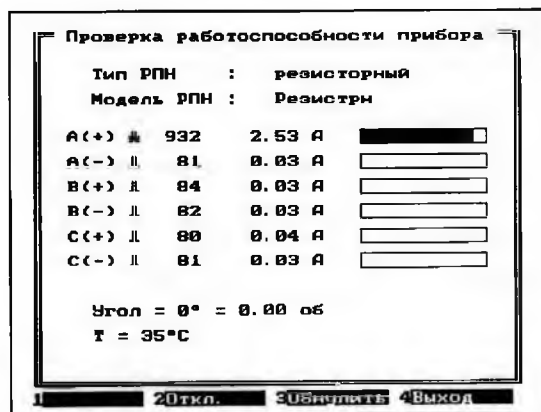

Рис. 9.1
9.1.7. Произвести поочередное замыкание зажимов «крокодил» кабеля измерительного с зажимом «общий», фиксируя при этом значения напряжения на дисплее прибора (рис. 9.1). Признаком исправности прибора является значение напряжение равное нулю или близкое к нулю в 4-ом столбце, а также не закрашенная полоска в 5-м столбце при замыкании зажимов.